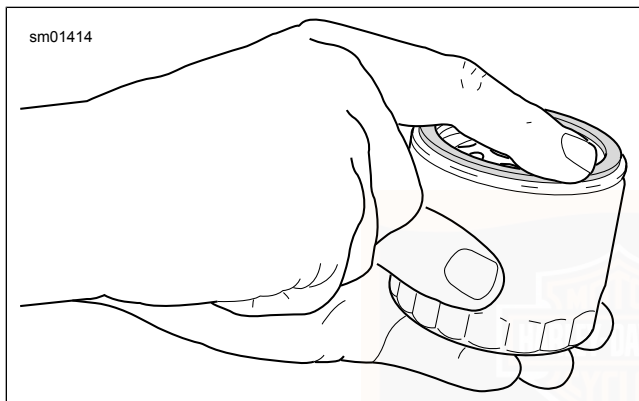

Figura 64. Lubrificazione della nuova guarnizione del filtro dell'olio
7. Vedere Figura 64 . Installare il **nuovo** filtro dell'olio.